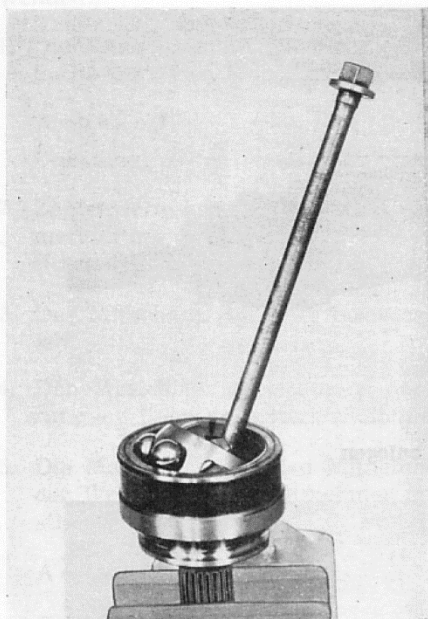

Bild F 21. Demontage des Gelenkes
- Die breiten Stirnseiten des Anlauflagers und des Käfigs müssen zur Innenseite des Gelenkes zeigen. Die Kugeln an einem kleinen Fenster, beginnend in der Reihenfolge 1, 3, 5, 6, 2, 4 einsetzen (siehe Bild F 21).